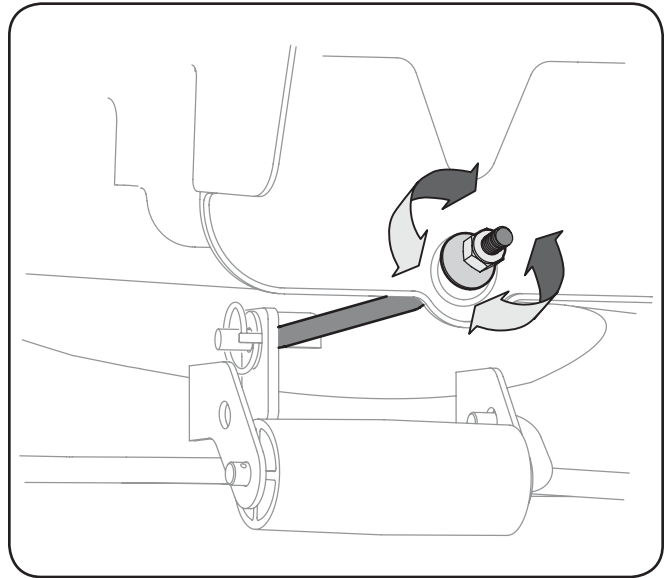

Figura 6-4
4. Localice la tuerca de seguridad con brida en el extremo de la barra de suspensión de la plataforma. Véase la figura. 6-4.
6. Para bajar la parte delantera de la plataforma, afloje (rosca hacia afuera) la tuerca hexagonal, alejándola de la ménsula de suspensión frontal. Véase la figura. 6-4.